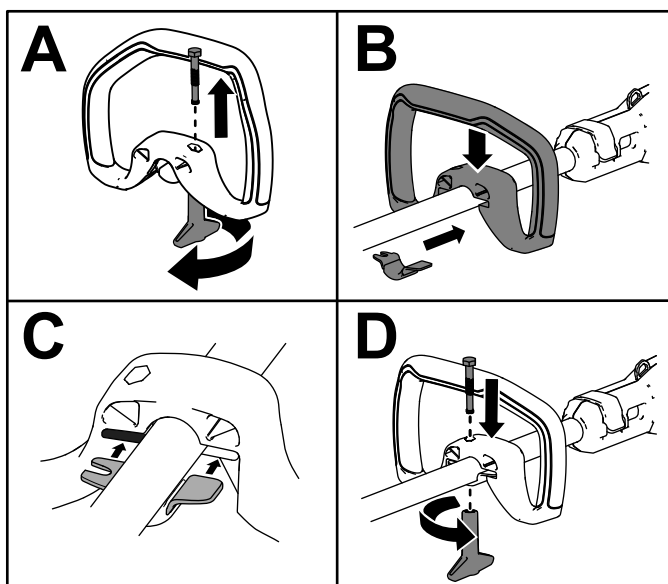

Figura 8
1. Separe la empuñadura auxiliar del soporte desenroscando el pomo de bloqueo de la empuñadura y retirando el perno (A, Figura 8).
2. Alinee el soporte con la empuñadura auxiliar (Figura 8, B).
3. Deslice el soporte en la ranura de la empuñadura auxiliar (C).
4. Sujete el soporte inferior a la empuñadura auxiliar con el pomo de bloqueo del manillar y el perno que retiró anteriormente (D).